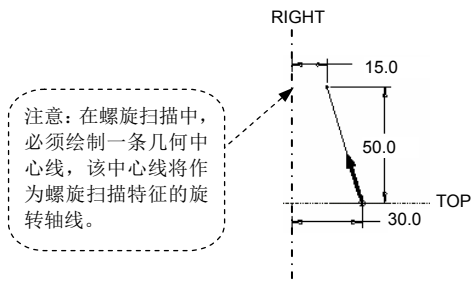
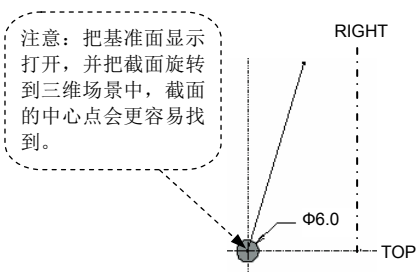

图 5.27.3 螺旋扫描轨迹线
图 5.27.4 截面图形
(1) 在操控板中确认“实体”按钮  和“使用右手定则”按钮  被按下。
(2) 单击操控板中的 **参考** 按钮，在弹出的界面中单击 **定义...** 按钮，系统弹出“草绘”对话框。
(3) 选取 FRONT 基准平面作为草绘平面，选取 RIGHT 基准平面作为参考平面，方向向右，系统进入草绘环境，绘制图 5.27.3 所示的螺旋扫描轨迹草图。
(4) 单击按钮 ，退出草绘环境。
Step5. 创建螺旋扫描特征的截面。在操控板中单击按钮 ，系统进入草绘环境，绘制和标注图 5.27.4 所示的截面——圆，然后单击草绘工具栏中的按钮 。